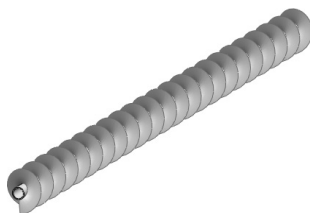

图 4-8 扫描出叶片曲面
STEP 5 单击“曲面”工具条中的“扫描曲面”按钮, 选择 **STEP 4** 中创建的直线为扫描“轮廓”, 选择 **STEP 3** 中创建的螺旋线为“扫描”路径, 扫描出绞龙的叶片曲面, 如图 4-8 所示。